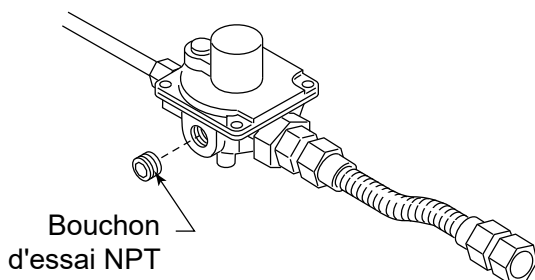

Figure 4.2 Emplacement du point d'essai de pression
- Les vannes de pression sont accessibles en retirant la bûche latérale droite. Voir la figure 4.2.
Retirez le bouchon NPT de 3 mm (1/8 po), situé sur le côté du corps du régulateur. Installez le raccord et le tube sur le manomètre. Après avoir pris la mesure de la pression, réinstallez le bouchon d'essai. Vérifiez qu'il n'y a pas de fuites de gaz. Voir la figure 4.2.